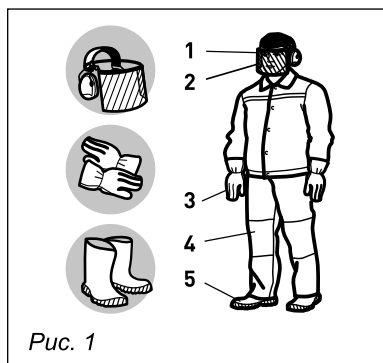

Рис. 1
- Носите прочную рабочую одежду с длинными рукавами, прочные тонкие перчатки, прочную нескользящую рабочую обувь, защитную каску и щиток (рис. 1).